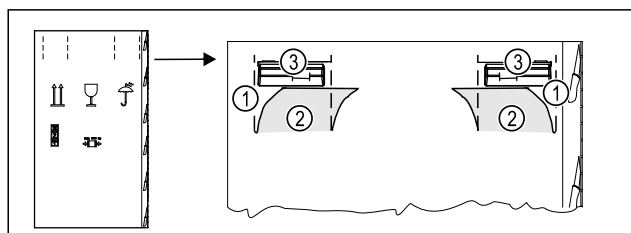

Fig. 4
- ▶ Introduire le carton d'emballage en haut au niveau de la perforation Fig. 4 (1).
- ▶ Retirer les languettes enfoncées Fig. 4 (2).
- ▶ La poignée de transport Fig. 4 (3) à droite et à gauche est visible.
- ▶ Tenir l'appareil au niveau des poignées de transport Fig. 4 (3).